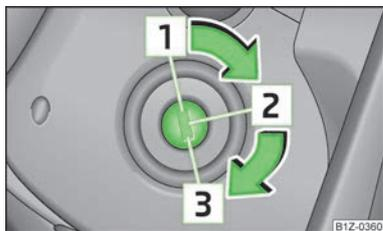

Fig. 94
- Durante la marcha con el motor parado, la llave de encendido ha de estar siempre en la posición 2 » fig. 94 de la página 96 (encendido conectado). Esta posición se indica encendiéndose los testigos de control. Si no es así, podría producirse inesperadamente el bloqueo de la dirección - ¡Peligro de accidente!
- El motor de arranque sólo se deberá accionar (posición de la llave de contacto 3 » fig. 94 de la página 96) si el motor del vehículo está parado. Si se acciona el motor de arranque con el motor en marcha, puede resultar dañado el motor de arranque o el motor del vehículo.
Si la **dirección está bloqueada** y no se puede girar la llave de contacto la posición » fig. 94 o resulta muy difícil, se debe ligeramente el volante hacia los lados para liberar el bloqueo de la dirección.
- Pisar el pedal del embrague a fondo, conectar el encendido » fig. 94 de la página 96 y arrancar - no acelerar. Mantener el pedal de embrague pisado a fondo hasta que el motor arranque.
Parar el motor girando la llave de contacto a la posición » fig. 94 de la página 96.